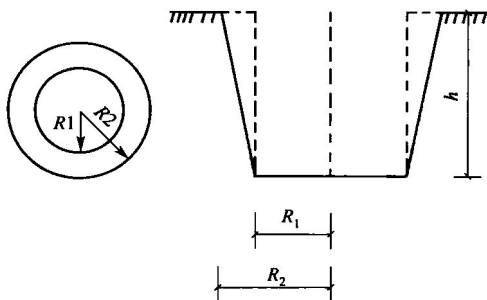

图 1-10 圆形基坑断面图
【例 1-9】 有某一圆形基坑的混凝土基础, 如图 1-10 所示自垫层上表面放坡, 基础底部垫层半径 4m 、厚 0.3m , 挖土深 $h=4.8\text{m}$, 工作面每边各增加 0.5m , 场地土质为三类土, 人工挖土, 试计算挖土工程量。
【解】 (1) 清单工程量 如图 1-10 所示, 圆形基坑, 工程量计算公式如下: